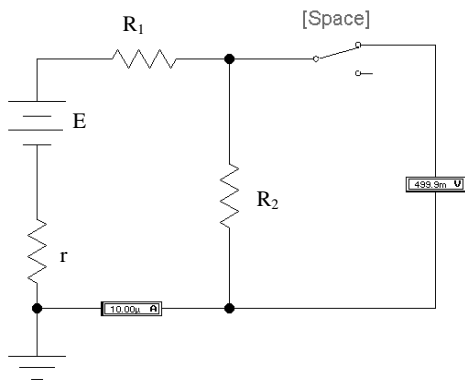

Рисунок 4.5
1. Соберите на рабочем столе *WorkBench* схему соответствующую рисунку 4.4 (см. рисунок 4.5)